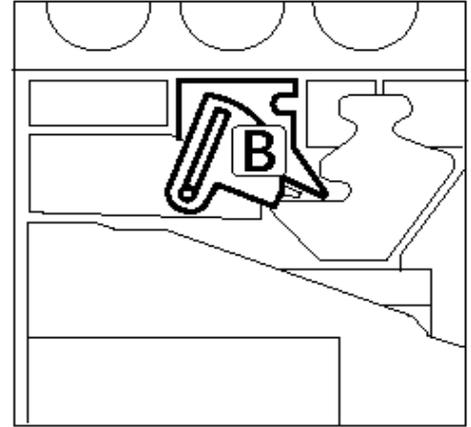
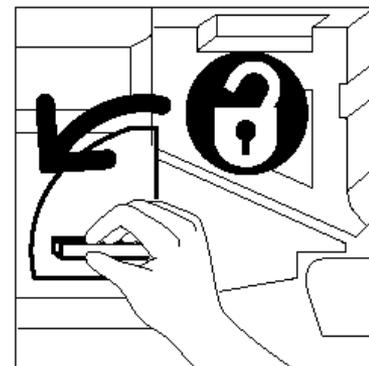

Figure 28 : Levier de verrouillage doré (B)
Figure 29 : Déverrouillage de la cartouche d'impression
- 2 Tournez le levier de verrouillage doré (zone B) dans le sens anti-horaire afin de débloquer la cartouche (figure 28 et figure 29).
REMARQUE : La zone "B" illustrée figure 28 se trouve sur la cartouche.